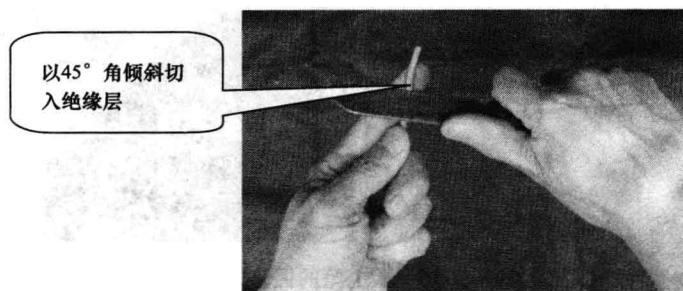

图 1-13 用电工刀进行塑料线单层的剥削方法
(1) 用电工刀剖削电线绝缘层时，可把刀略微翘起一些，用刀刃的圆角抵住线芯。
(2) 导线接头之前应把导线上的绝缘剥除，用电工刀剥削时，先用电工刀以 45° 角度倾斜切入绝缘层，当切近线芯时即停止用力，防止刀口伤着线芯。用电工刀进行塑料线单层剥切时，一手握刀，另一手拿线放在刀刃上，如图 1-13 所示。并用握刀手将导线压在刀刃上，将线在刀刃上推转一周，把刀向导线端部快速移动，即可剥掉绝缘层。
(3) 电工刀的刀刃部分要磨得锋利才好剥削电线，但不可太锋利，太锋利容易削伤线芯。一般采用磨刀石或油磨石磨刀刃，磨好后再把底部磨点倒角，即刀口略微圆一些。